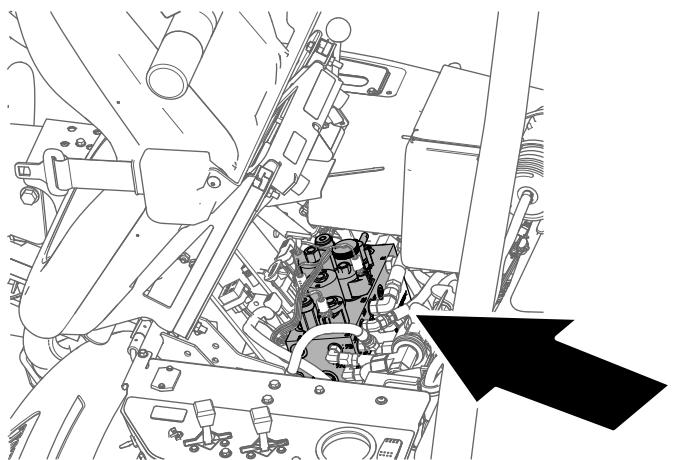

Figure 55
2. Soulevez le siège et bloquez-le en position avec la béquille (Figure 55).